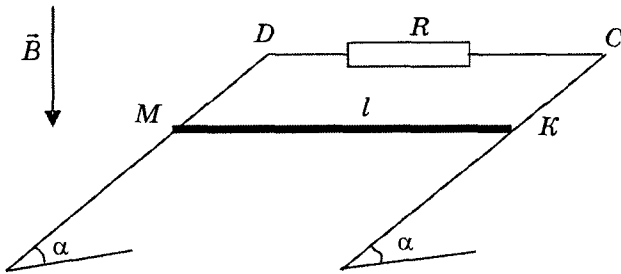

Рисунок 14
**Задача 8.** Проводящая перемычка  $МК$  массой  $m$  и длиной  $l$  начинает скользить по двум наклонным металлическим стержням. Стержни, замкнутые сопротивлением  $R$ , находятся в вертикальном однородном магнитном поле и образуют с горизонтом угол  $\alpha$  (рис. 14). Коэффициент трения между стержнями и перемычкой  $\mu$ . Сопротивлением стержней и перемычки пренебречь. Определите максимальную скорость движения перемычки.